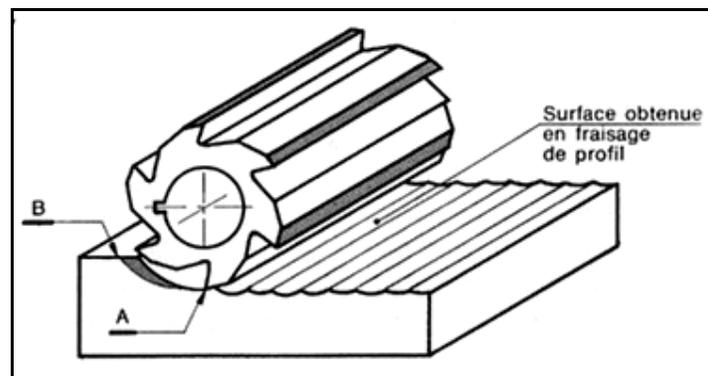

fig.5
#### b) EN FRAISAGE DE PROFIL (fig.5)
7. **La largeur de coupe ou profondeur de coupe radiale ( $a_e$ )** en surfaçage et axiale ( $a_p$ ) pour le fraisage d'épaulements, est la distance parcourue par l'outil sur la surface de la pièce (figure 5).